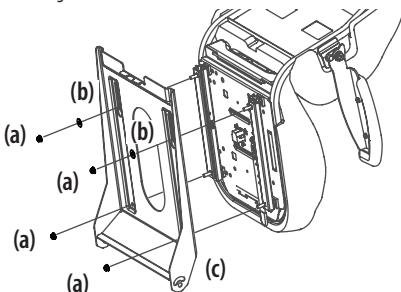

Figure 6
- Pour le levier d'ajustement du siège : utilisez les écrous de blocage à bride (a) et les rondelles plates (b). Consultez la Figure 6.